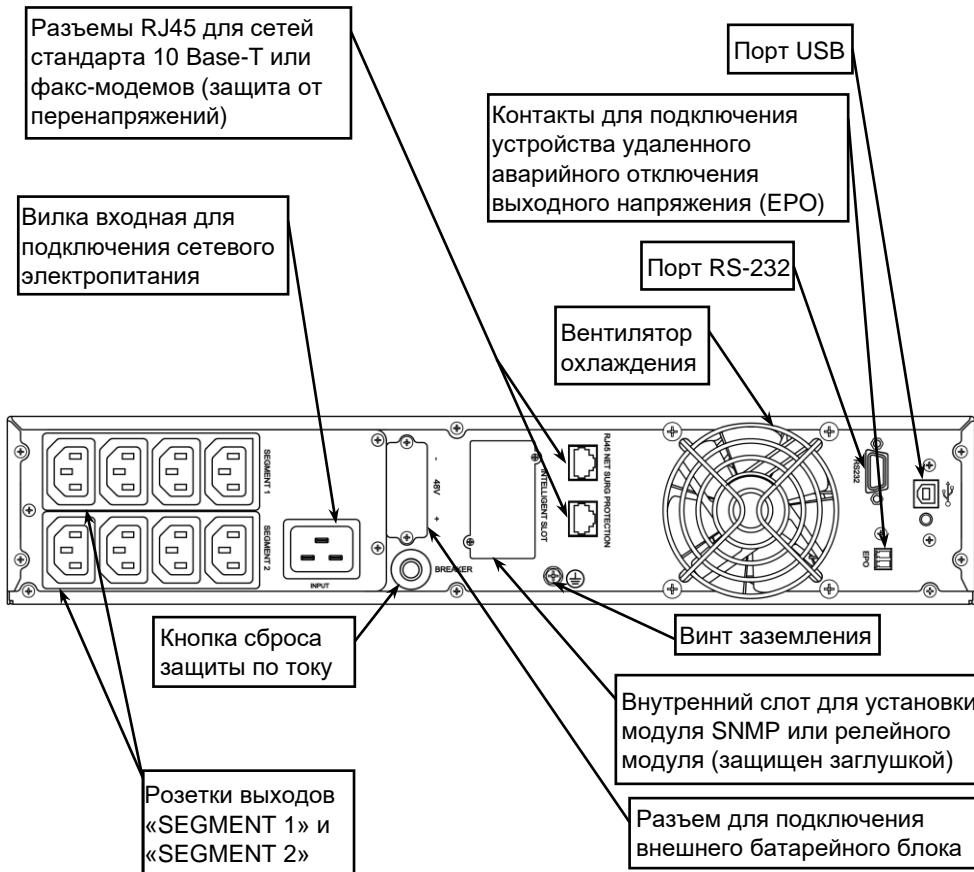

Рисунок 2 – Общий вид задней панели изделия.
**На задней панели изделия** расположены: входной и выходные разъемы, кнопка сброса срабатывания защиты по току (срабатывание защиты происходит при превышении уровня входного тока выше допустимого), вентилятор охлаждения, слот для SNMP-модуля или релейного модуля и разъемы коммутационных портов (см. рисунок 2).
Разместите изделие в шкафу и закрепите его на передних стойках. Соедините винт заземления изделия (см. рисунок 2) с контуром заземления телекоммуникационного шкафа перемычкой заземления (в комплект поставки не входит).
- Подключите к выходным розеткам изделия кабели питания нагрузок (см. рисунок 2).
Изделие оснащено интеллектуальным слотом (см. рисунок2), предназначенным для установки модуля SNMP или реле. При установке модуля SNMP или релейного модуля в изделие, модуль обеспечивает расширенные возможности связи и мониторинга.